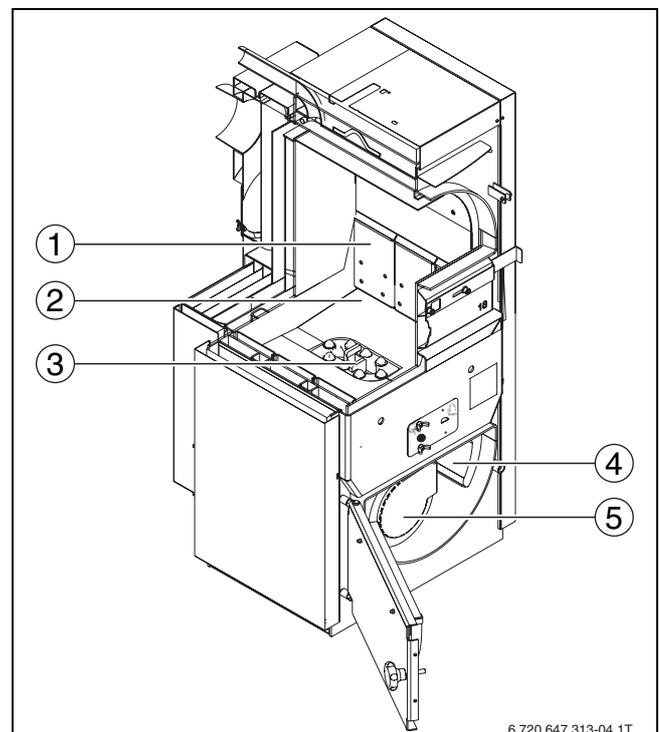

Fig. 20 Vano di carico con deflettore in ghisa
- ▶ Rimuovere il coperchio della camera del bruciatore (→ fig. 20, [5], pag. 26).